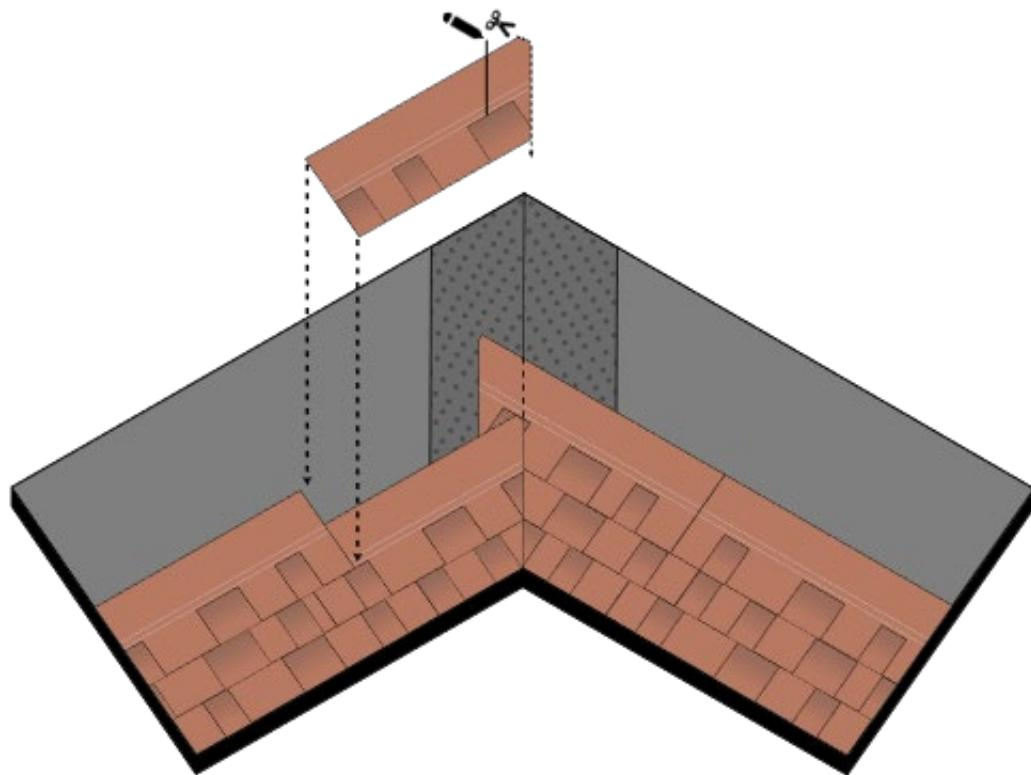

Fig. 21 – Installazione a fiamma delle tegole sul compluvio
- Fissare le tegole alla membrana bituminosa attraverso la fiamma del cannetto, sempre scaldando la membrana e non l'elemento tegola. Una volta completata la posa delle tegole sull'intera falda e per l'intera lunghezza del compluvio, passare alla falda adiacente. Iniziare la posa delle tegole per file successive. Fissare le stesse attraverso la fiamma del cannetto, sempre scaldando la membrana e non l'elemento tegola. L'ultima tegola di ogni fila dovrà arrivare almeno fino all'asse di compluvio. Completata la posa delle tegole anche per la seconda falda, segnare l'asse del compluvio tramite la tecnica della tracciatura. Procedere quindi al taglio delle tegole della seconda falda seguendo la linea di compluvio, come per la posa a chiodo - Fig. 21. Tagliare trasversalmente lo spigolo superiore della tegola al compluvio, in modo da convogliare l'acqua discendente lungo l'asse del compluvio. Sollevare le tegole della seconda falda nel compluvio, una per volta, e applicare del Bitustick nella parte inferiore, per il loro incollaggio definitivo - Fig. 21.